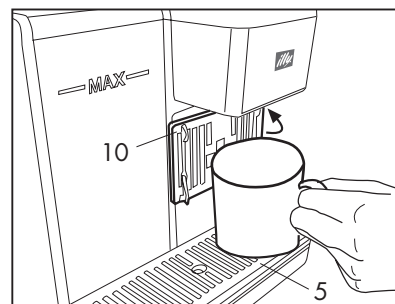

Fig. 6
- Controle que no hayan cápsulas en su interior y encienda la máquina accionando el interruptor principal. (2)
- Cierre el soporte para taza pequeña (10) y coloque una taza grande en la rejilla (5). **(Fig. 6)**